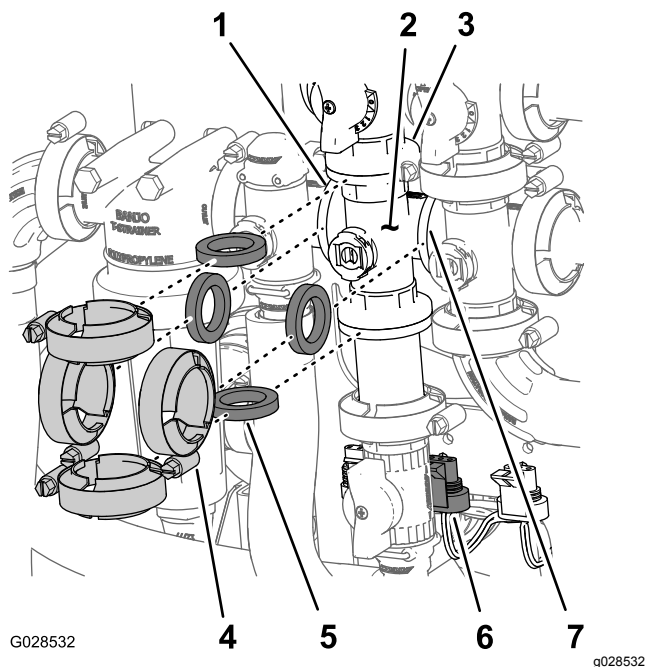

Figure 85
1. Déposez les colliers et les joints qui fixent le collecteur de la vanne d'agitation (Figure 85) à la vanne de dérivation d'agitation, au régulateur de débit, à la vanne maîtresse des rampes et au raccord adaptateur (régulateur de pression d'agitation).